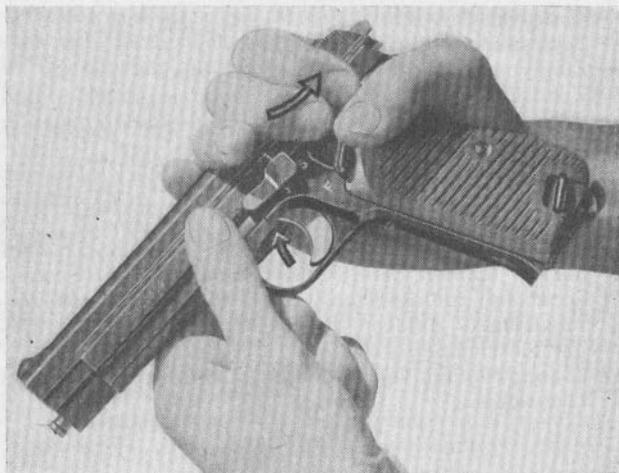

Fig. 4
Mit der rechten Hand Pistole gemäss Fig.4 umfassen, den beweglichen Teil zurückziehen und gleichzeitig mit dem Zeigefinger der linken Hand den Verschlusshalter von rechts her unter Druck setzen. Nach ca. 5 mm Weg verschiebt sich der Verschlusshalter nach links und kann vollständig herausgenommen werden. Verschlussstück mit Lauf und Schließfeder hierauf nach vorne herausziehen.
- Verschlusshalter einsetzen bis zum Anschlag; hierauf mit der rechten Hand (Griff siehe Fig. 4) den beweglichen Teil zurückziehen und gleichzeitig auf den Verschlusshalter drücken bis dieser vollständig und hörbar einschnappt.